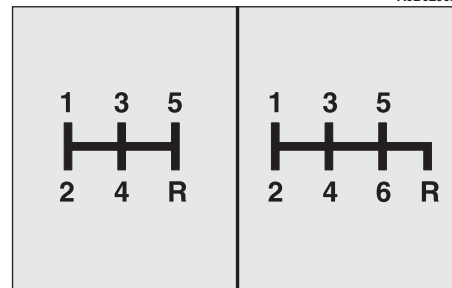

fig. 123
**LEVIER DE VITESSES (fig. 123)**